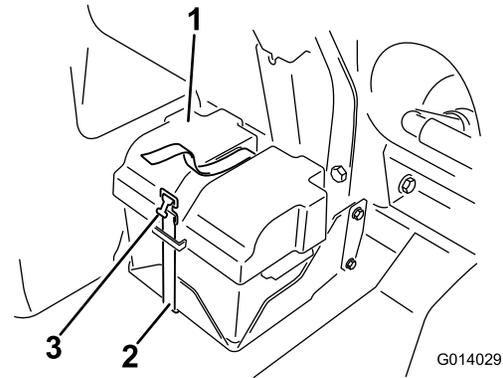

Bild 89
- Nehmen Sie die Batterieabdeckung ab und klemmen das Minuskabel (schwarz) vom Batteriepol ab (Bild 89).
4. Montieren Sie die Batterieabdeckung und befestigen sie mit dem vorher entfernten Riemen (Bild 89).